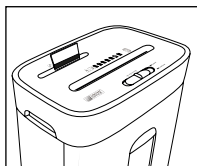

Abb. 8
Führen Sie die Kreditkarte von oben mittig in die Schneidöffnung CD/Kreditkarte ② ein (siehe Abb. 8) und schieben Sie den Schalter **REV/OFF/AUTO/FWD** ⑧ in die Position **FWD** („forward“ [englisch] = vorwärts). Sie können jeweils nur eine Kreditkarte schneiden. Führen Sie diese immer mit der breiten Seite voran in die Schneidöffnung CD/Kreditkarte ② ein. Ansonsten wird der Magnetstreifen nicht zerstört.